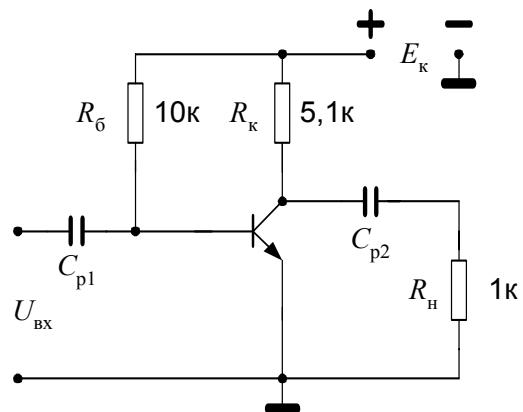

Рис. 15. Схема усилительного каскада с емкостной связью
1. Рассчитать основные параметры усилительного каскада с емкостной связью, схема которого приведена на рис. 15.